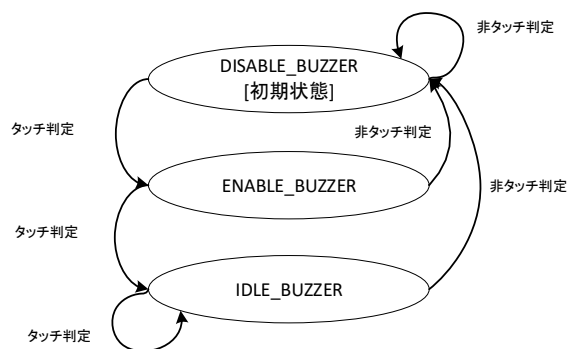

図 3-6 ブザー状態遷移図
1. ブザーの鳴動状態を管理します。図 3-6 にブザー状態の状態遷移図を示します。